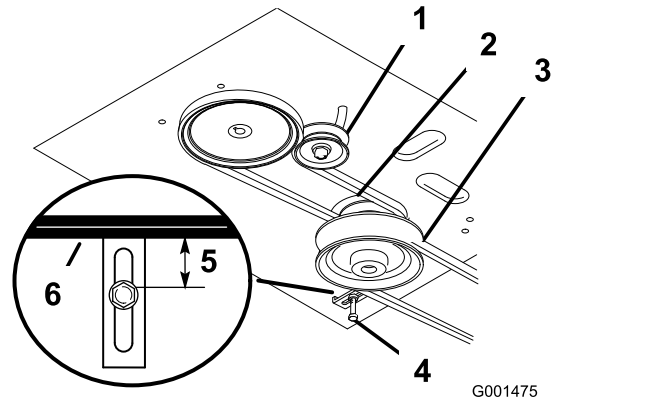

Figure 38
4. Enlevez la courroie du tablier de coupe (Figure 38).
5. Desserrez le boulon de pivot jusqu'à ce que la poulie de tension puisse coulisser dans la fente et déposez la courroie de transmission du moteur et des poulies d'entraînement (Figure 38).
6. Montez la courroie d'entraînement neuve sur les poulies de moteur et d'entraînement (Figure 38).
7. Insérez la poulie de tension dans le bâti du moteur pour tendre la courroie de transmission (Figure 38).
8. Installez la courroie du tablier de coupe (Figure 38).
9. Vérifiez que le guide de courroie sous le bâti du moteur est réglé correctement (Figure 38).
13. Vérifiez que le guide de courroie sous le bâti du moteur est réglé correctement (Figure 38).